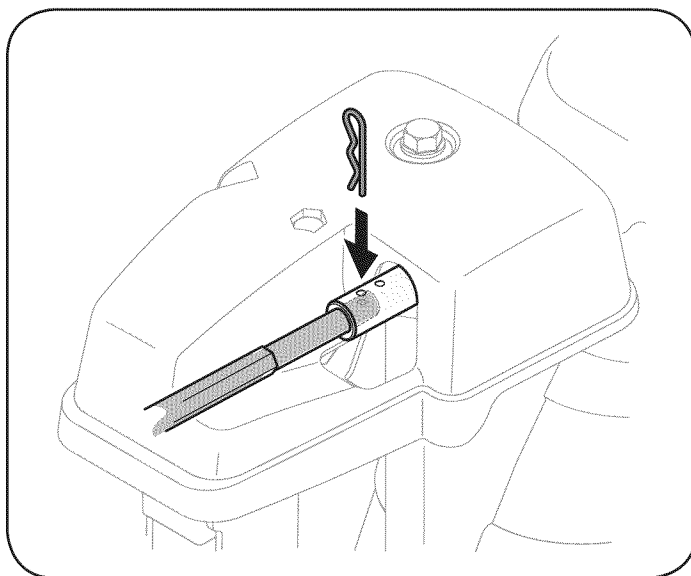

Figura 27
1. Retire el pasador de chaveta del orificio más cercano al conjunto del canal sobre el montaje de rotación del canal. Vea la Figura 27.